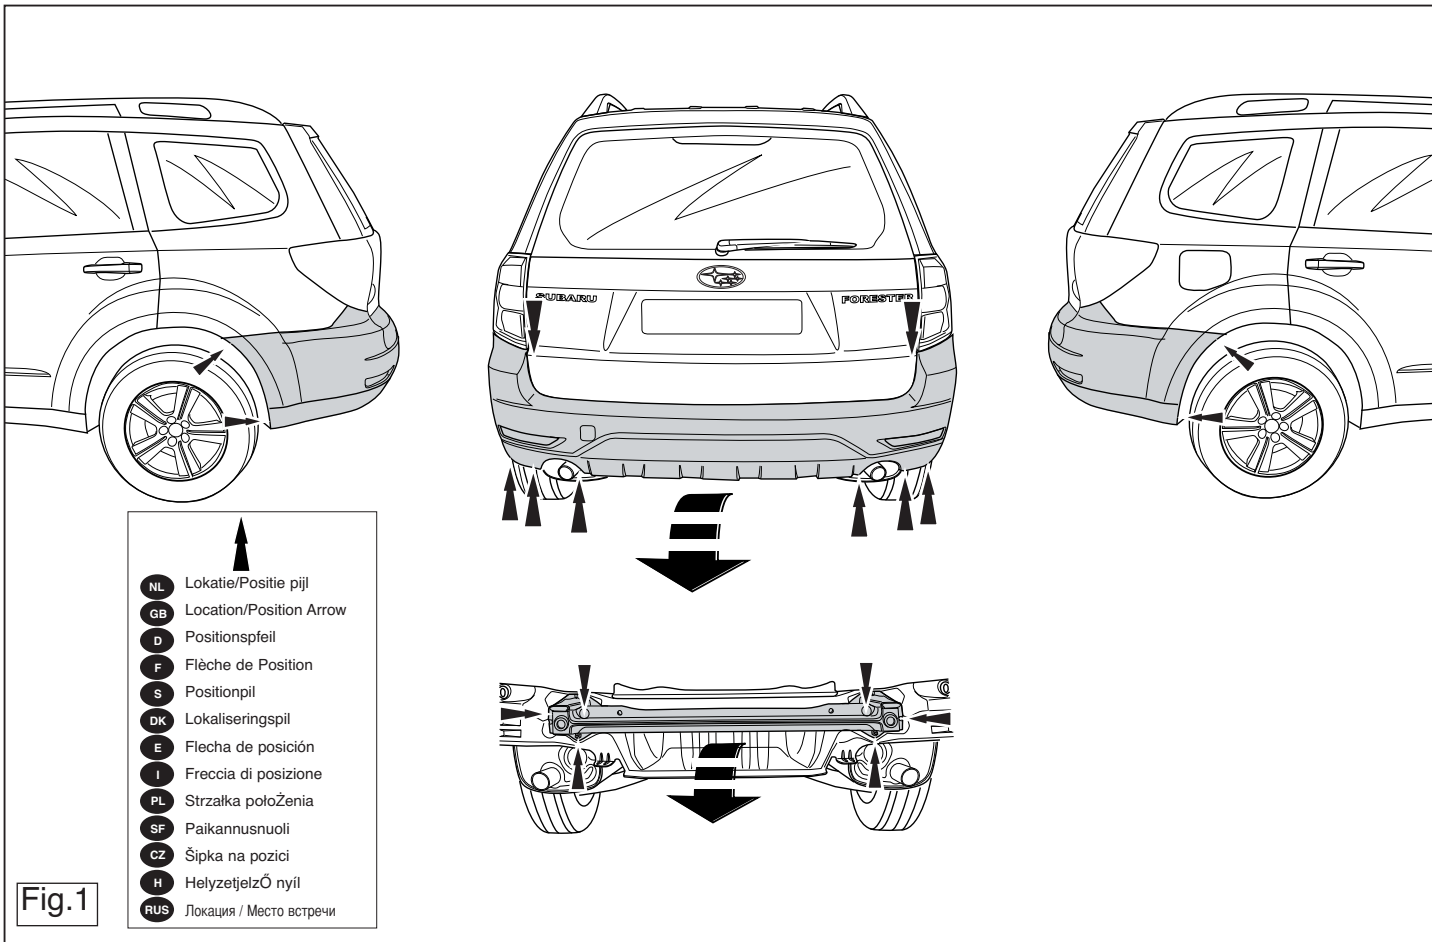

Fig.1
1. Снять бампер вместе со стальным буферным брусом автомобиля буферный брус больше не понадобится. См. рисунок 1.